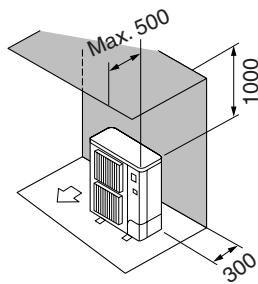

Fig. 2-3
② Hindernisse nur auf der Rück- und Oberseite (Fig. 2-3)